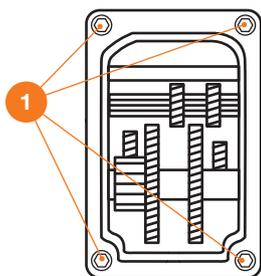

Рис. 7
- Выкрутите из редуктора болты крепления **1** (Рис. 7).